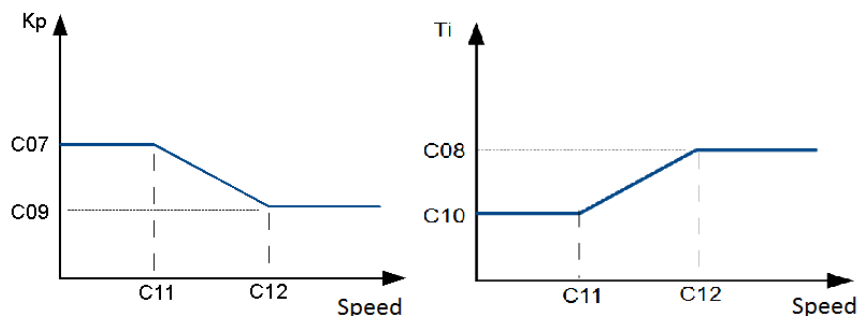

Abbildung 4-7 Koeffizient „PI“ gemäß der Geschwindigkeit.
- Zwischen [C11] und [C12] werden die Koeffizienten „Kp“ und „Ti“ linear an die Bedingungen angepasst (Abbildung 4-7).